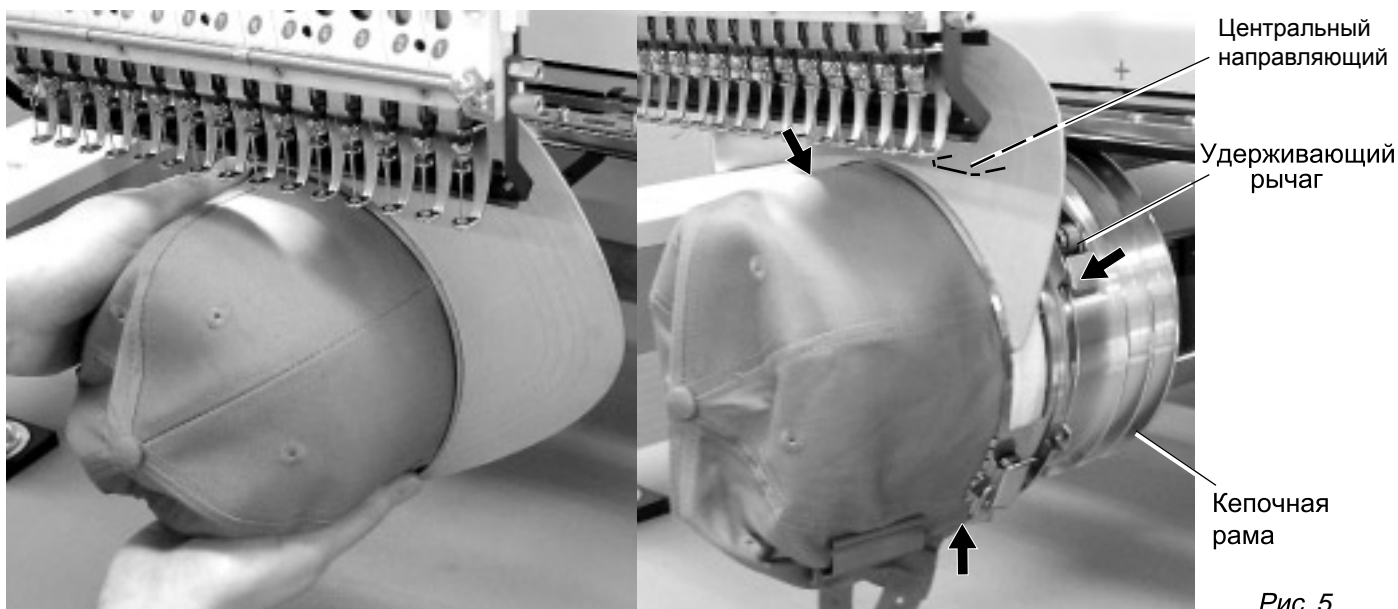

Рис. 5
8. Как показано на Рис. 5, поместите кепочные пяльцы на кепочную раму. Надавите на удерживающий рычаг в 3 местах, как показано на рисунке, и наденьте кепочные пяльцы так, чтобы центральный направляющий кепочной рамы попал в вогнутую часть кепочных пяльцев.